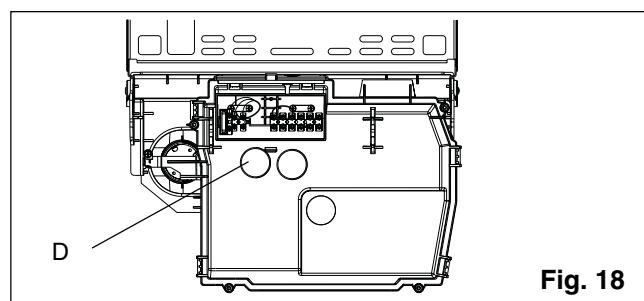

Fig. 18
- quitar el tapón D (fig. 18)
- volver a colocar el tapón D (fig. 18)